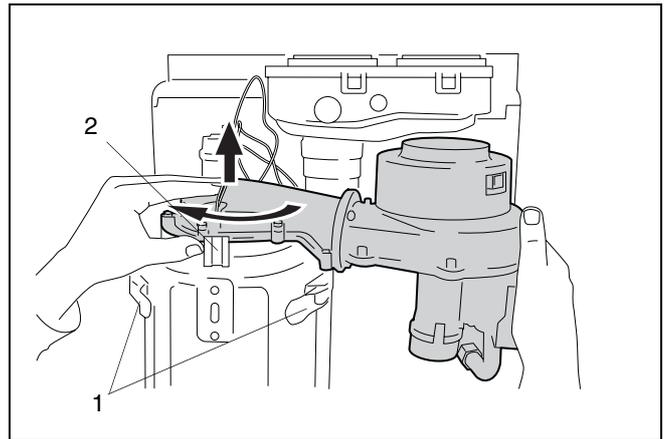

Abb. 38 Gasarmatur entfernen
- Gas-Luft-Einheit (KombiVent) durch eine Viertelumdrehung nach vorne drehen (Bajonettverschluss) (Abb. 38, Pos. 2) und nach oben aus dem Wärmetauscher heben.
- Forderschale des Wärmetauschers lösen der Schnellverschlüsse abnehmen (Abb. 38, Pos. 1).